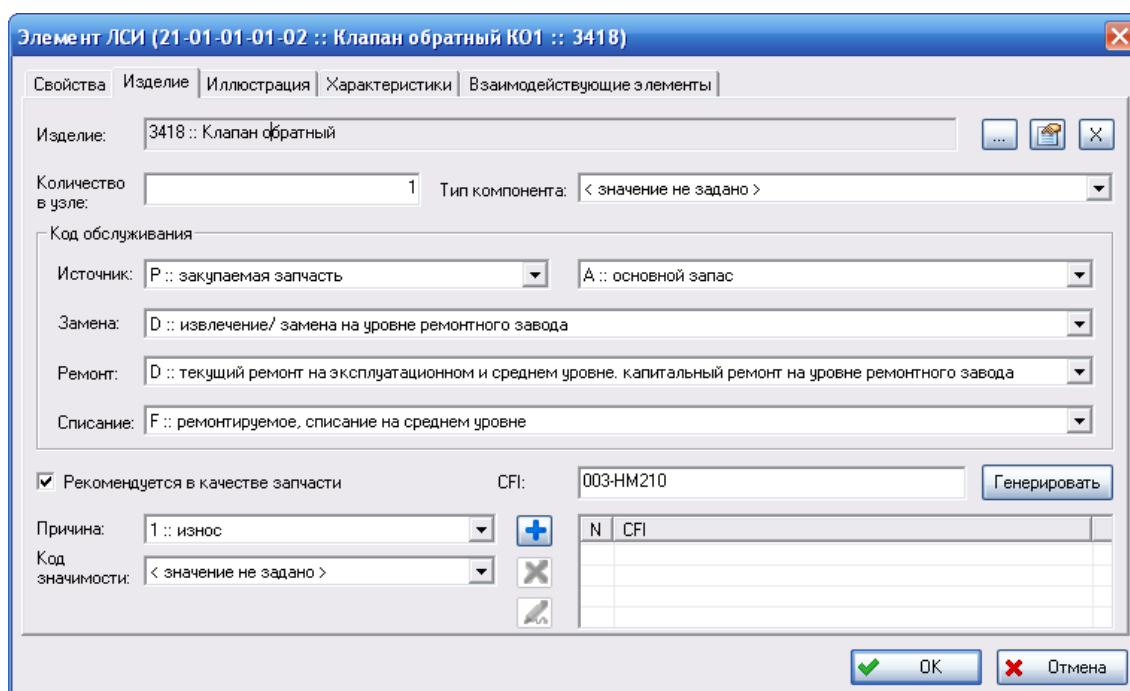

Рис. 9-2
2. В появившемся окне **Элемент ЛСИ** перейдите на вкладку **Изделие** (рис. 9-2).